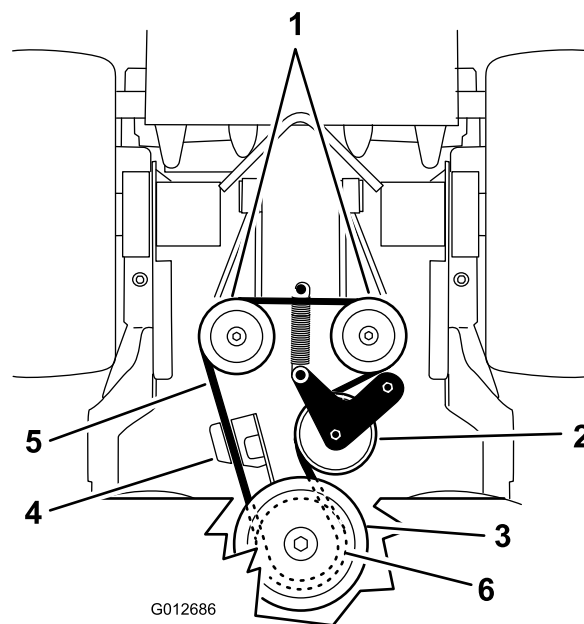

Figure 67
6. Déposez la courroie d'entraînement des pompes (Figure 67).
8. Accrochez le ressort au plancher moteur (Figure 67).
5. Décrochez le ressort du plancher moteur (Figure 67).